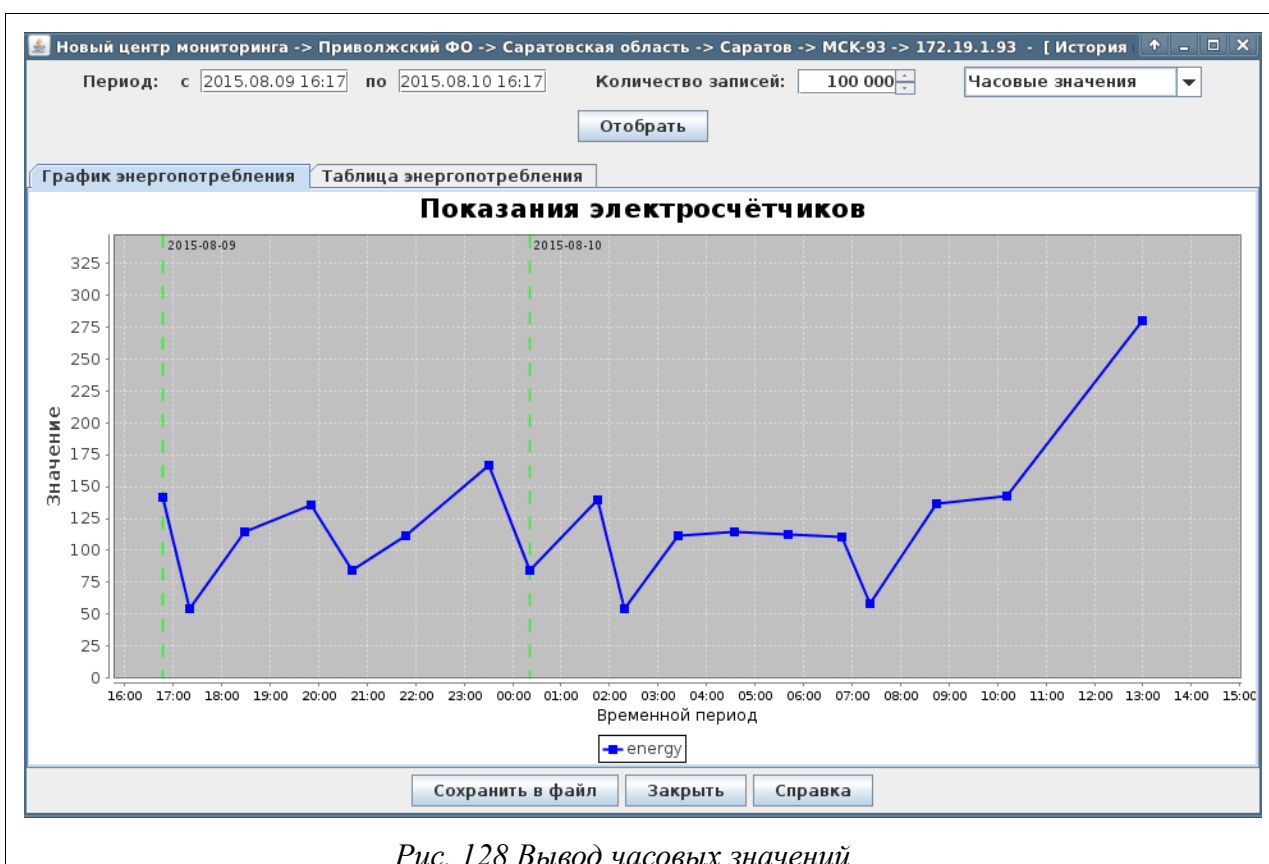

Рис. 128 Вывод часовых значений
- часовые значения — выбираются все часовые значения за указанный период времени, то есть каждому часу соответствует одна запись. Удобно для рассмотрения энергопотребления в течении одних суток (Рис. 128 Вывод часовых значений);